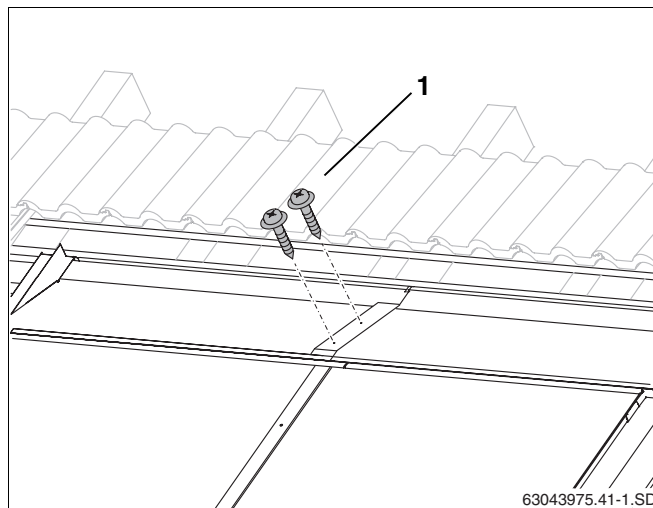

Рис. 59 Соединение верхних накладных листов саморезами
- Места перехлеста листов закрепить тремя прилагаемыми саморезами длиной 25 мм (рис. 59, **поз. 1**).